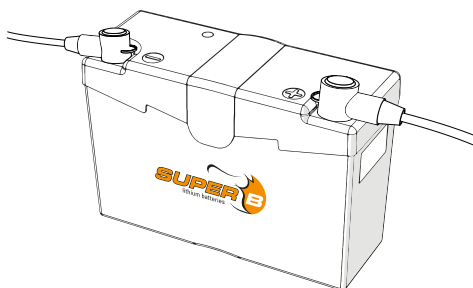

Figura 4. Posizionare i coprterminali sui terminali.
4. Posizionare i copriterminali sui terminali. (Figura 4).